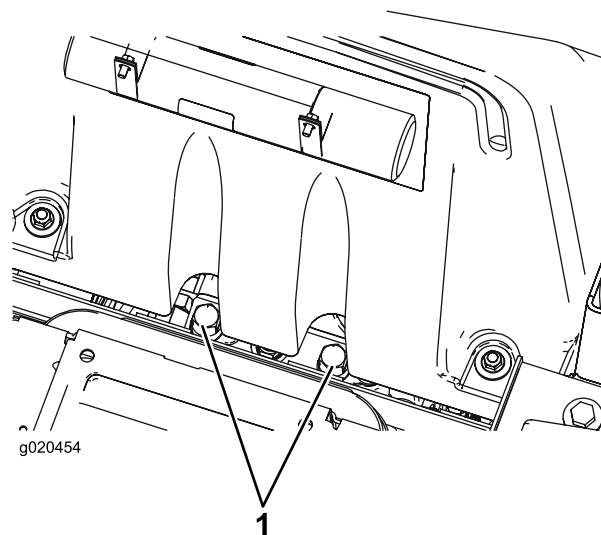

Рисунок 52
1. Поднимите сиденье и найдите перепускные клапаны, расположенные под передней частью топливного бака (Рисунок 52).